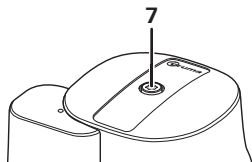
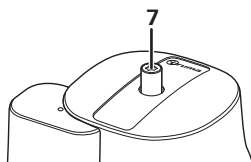

Figura 2a
Figura 2b
Il crash sensor è provvisto di un pulsante di reset, la cui posizione fornisce informazioni sul relativo stato: posizione «pronto per l'uso» (figura 2a) o posizione «non pronto per l'uso» (figura 2b).
Per ripristinare il sensore, premere con forza il pulsante giallo di reset (7), ruotarlo leggermente in senso orario e tenerlo premuto in questa posizione per 10 secondi per assicurarsi che rimanga nella posizione «pronto per l'uso» (figura 2a).
- Premere l'elemento di scatto del crash sensor (9) in modo che il pulsante giallo di reset (7) protruda e il crash sensor sia in posizione «non pronto per l'uso» (figura 2b).
- Svitare il tappo a vite (10) del raccordo di prova e collegare la pompa di prova al raccordo col relativo flessibile.
- Premere il pulsante giallo di reset (7), ruotarlo leggermente in senso orario e tenerlo premuto in questa posizione per 10 secondi per assicurarsi che rimanga nella posizione «pronto per l'uso» (v. figura 2a).
- Rimettere sempre il tappo a vite (10) ogni volta che lo si toglie.